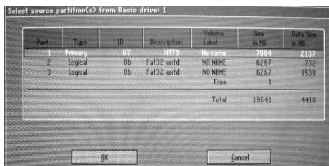

图4 镜像主分区
2. 选择需要镜像备份的主分区（Primary，图4），然后选择镜像存放的位置（除镜像备份分区之外的任何分区）。